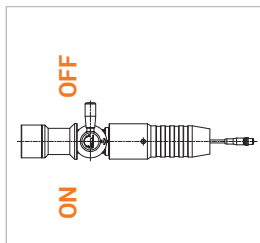

Abbildung 5
- ▶ Nehmen Sie die Füllkupplung aus der Zapfsäule heraus. Der Betätigungshebel (Pos. 3) muss in der OFF-Stellung stehen (*Abbildung 5*).